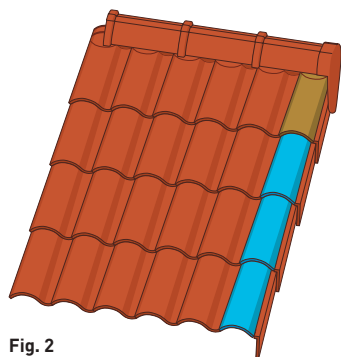

Fig. 2
4. Правосторонний фронтовый ряд кровли может быть закончен либо использованием половинчатой двухволновой черепицы (**Q16**) (ее можно изготовить самостоятельно методом продольной подрезки обычной рядовой черепицы) (**Рис.2**) или двойной двухволновой черепицей (**Q33**) (**Рис.3**).
5. Для более быстрой установки и дополнительной вентиляции конька рекомендуется использовать подконьковую черепицу гребнем (**Q70**) (**Рис.2**) и / или двойную подконьковую черепицу (**Q71**) (**Рис.3**), это рекомендовано при достижении линии гребня.